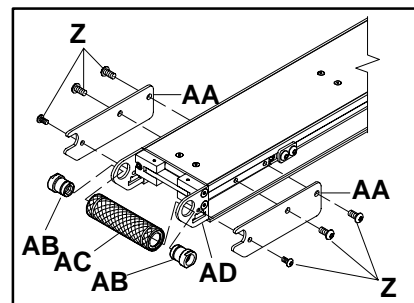

Figure 13
Retirez les vis de la plaque de jonction (Z de la figure 13) et les plaques de jonction (AA) de chaque côtés du convoyeur.
Reportez-vous à la figure 13 et réinstallez la poulie de la manière suivante:
Insérez la poulie (AC de la figure 13) entre les pattes de maintien (AD).
Fixez les plaques de jonction (AA de la figure 13) au convoyeur à l'aide des vis de cette même plaque (Z).